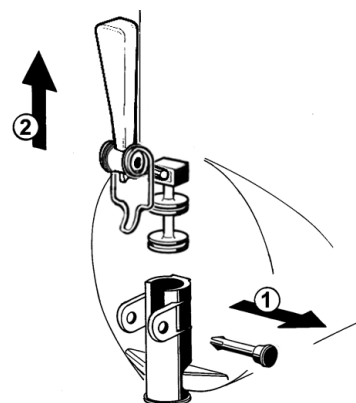

figure 9
**3** Remonter le robinet sur le réservoir en suivant la séquence effectuée pour le démontage en sens inverse (voir figure 9).